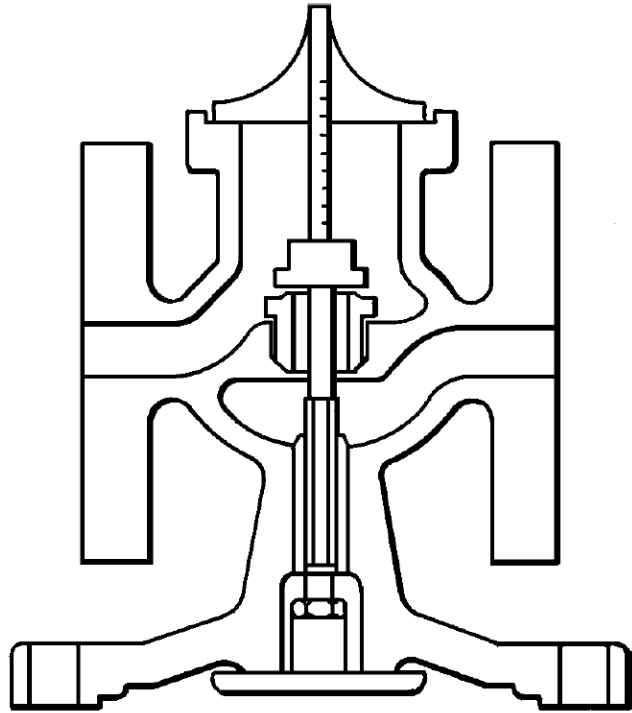

Fig. 6
9. Après un rodage relativement important, ou quand clapet et/ou siège ont été remplacés, il peut être nécessaire de réajuster le poussoir du clapet principal (23) afin d'assurer la levée exacte du clapet.
10. A cette fin, le plateau de la membrane (24) et le poussoir du clapet principal seront démontés selon la procédure 3.8 (1 à 3).
11. Remettre en place le poussoir (23), le plateau de la membrane (24) et le clapet principal (21). Vérifier si le clapet appuie bien sur son siège.
12. A ce stade, le clapet principal peut être ouvert en soulevant le plateau de la membrane (24) vers le haut jusqu'à ce qu'il touche le corps de vanne. A l'aide d'un calibre de profondeur, mesurer la course du clapet comme indiqué à la fig.6.
13. Si la course ne correspond pas à la valeur donnée par le tableau, desserrer le contre-écrou (25). Ajuster la levée du clapet en vissant ou en dévissant le poussoir (23) dans le plateau (24). Sitôt le réglage rétabli, resserrer le contre-écrou (25).